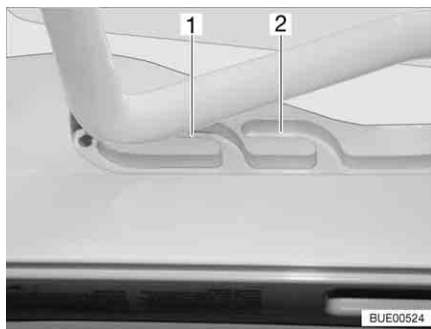

Fig. 24 Oblò inclinabile in posizione di ricircolo d'aria
È possibile portare l'oblò inclinabile in due posizioni di ricircolo d'aria: Posizione brutto tempo (Fig. 24,1) e posizione centrale (Fig. 24,2).
- Premere la staffa leggermente verso l'alto e spingerla nella guida selezionata (Fig. 24,1 o 2).